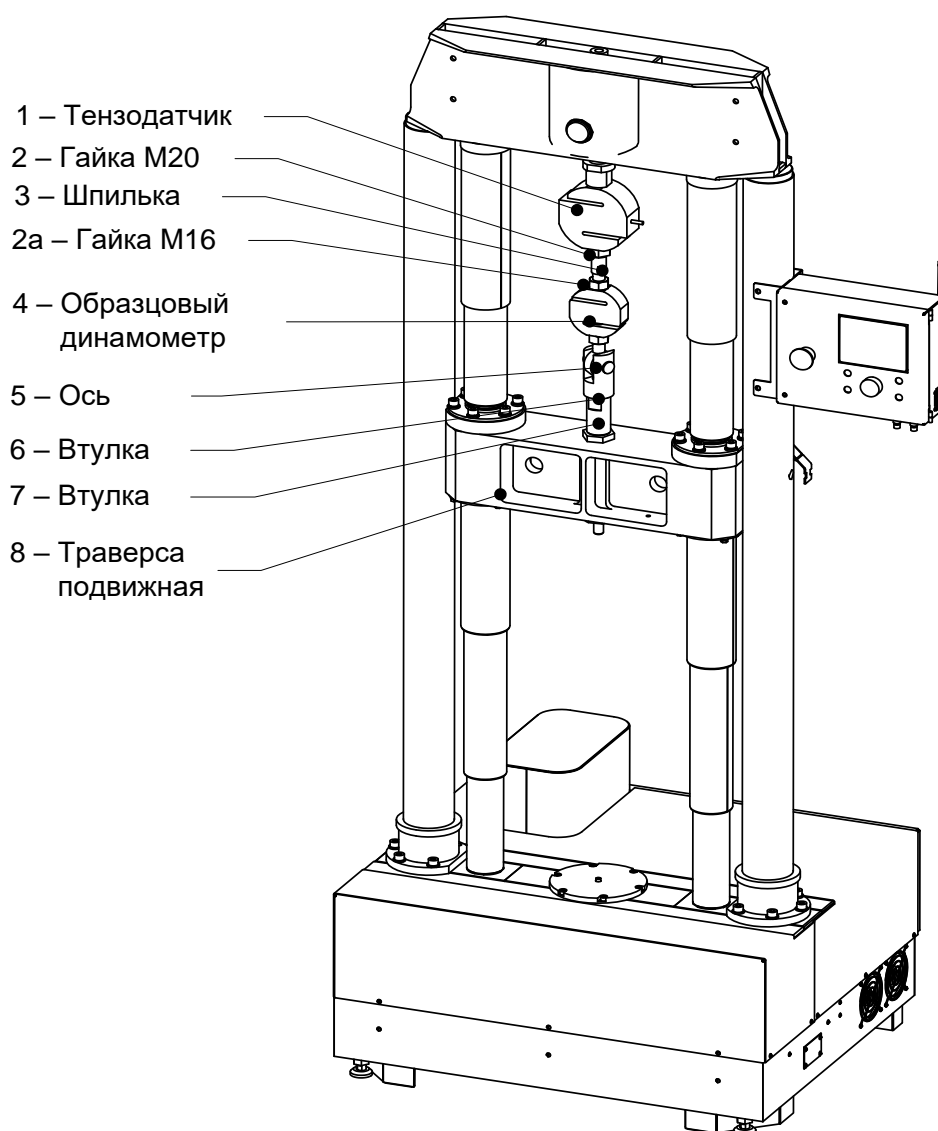

Рисунок 3 – Установка образцового динамометра
- 2) вкрутить переходник (состоит из гаек 2, 2а и шпильки 3, см. рисунок 3, страница 6) для крепления динамометра к тензодатчику 1 (см. рисунок 3, страница 6);
- 3) вкрутить образцовый динамометр 4 (см. рисунок 3, страница 6);
- 4) траверсу подвижную 8 опустить вниз (см. рисунок 3, страница 6);
- 6) поднимать траверсу подвижную 8 до тех пор, пока отверстие проушины образцового динамометра 4 не совместится с отверстием втулки 6 (см. рисунок 3, страница 6);
- 7) вставить ось 5 в отверстие (см. рисунок 3, страница 6);